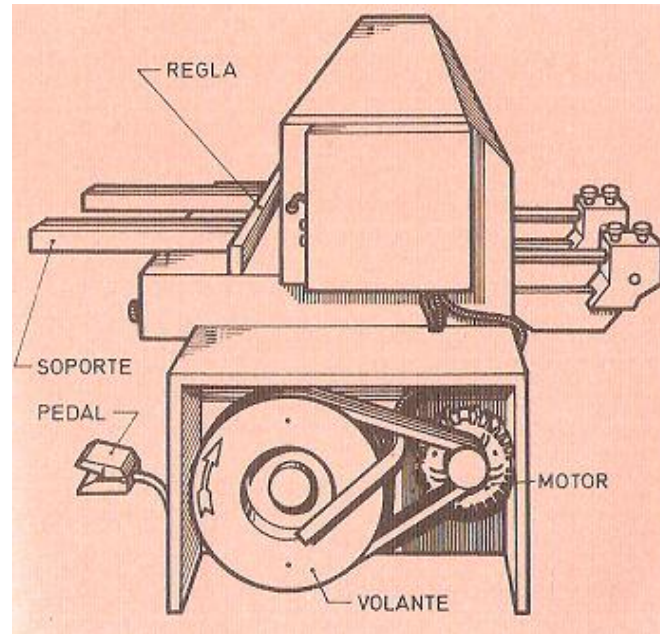

Fig.19
- **Conjunto motriz** (fig.19). Está compuesto de un *motor eléctrico*, que da movimiento a un *gran volante de inercia*. Éste, a su vez, mueve, a través de un *embrague* y de una *caja reductora de velocidad, el cigüeñal*, que transforma el movimiento circular del motor en rectilíneo vertical de los pisadores y de la trancha.
Puesto en marcha el motor, se embraga la máquina por medio del *pedal* (fig.19), que pone en funcionamiento el mecanismo de corte. Esto hace que descendan, primero, los pisadores que sujetan la chapa y, a continuación, la trancha con la cuchilla móvil que efectúa el corte.